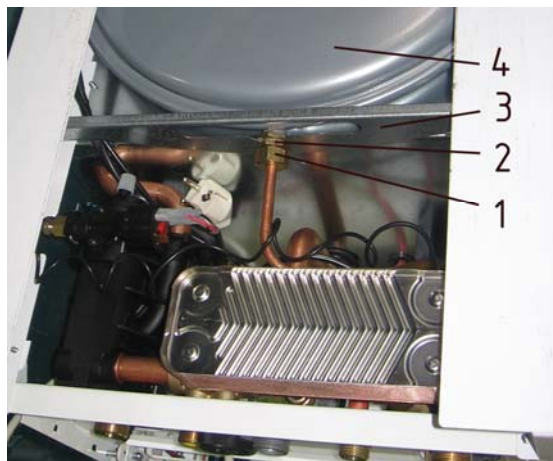

Рис. 25. Демонтаж трубы расширительного бака
- ✓ ключом на 22 отвернуть гайку 1 (см. Рис. 25) трубы расширительного бака 4;